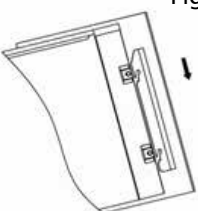

Fig. 6
- Coloque el marco de vidrio frontal sobre el frente de la llama alineando las ranuras con los soportes a cada lado del panel de vidrio con las sujeciones en los lados de la llama; consulte la Fig. 6.
- Place the front glass surround over the front of the fire aligning the slots in the brackets at each side of the glass panel with the lugs on the sides of the fire-see Fig.6.